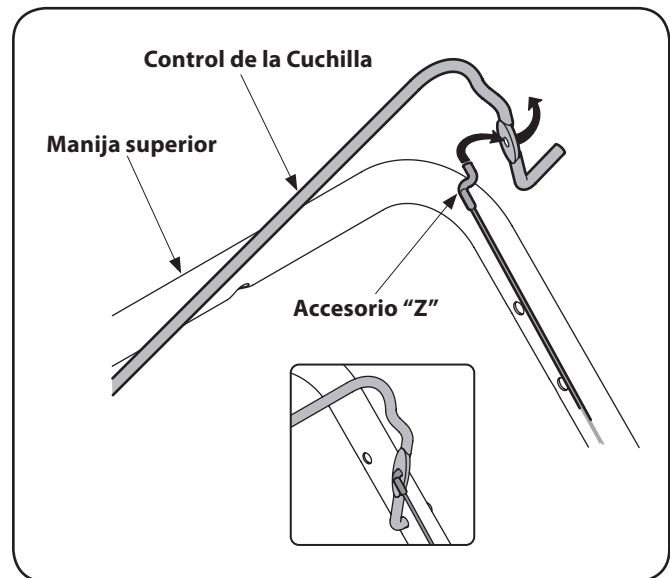

Figura 3-2
1. Para facilitar el acoplamiento del accesorio "Z", quite temporariamente el lado izquierdo del control de la cuchilla como se muestra en Figura 3-2.
2. Enganche el extremo "Z" del cable de frenado en la manija, desde el interior hacia el exterior. Vea Figura 3-2.